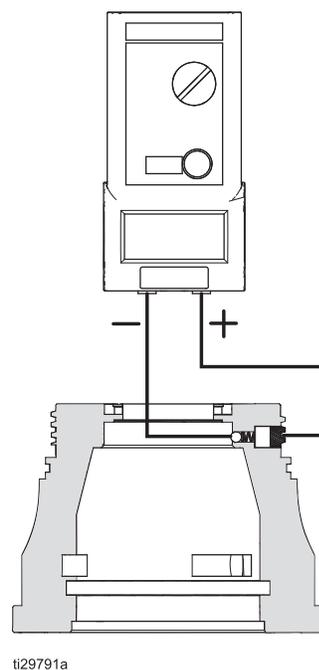

FIG. 23. Resistencia del alojamiento frontal
3. Si la resistencia es inferior a 0,1 megohmios, vuelva a montarlo y pruebe de nuevo el aplicador completo. Asegúrese de que los contactos con muelle estén limpios y haga contacto con la superficie correspondiente. Vea la FIG. 23.